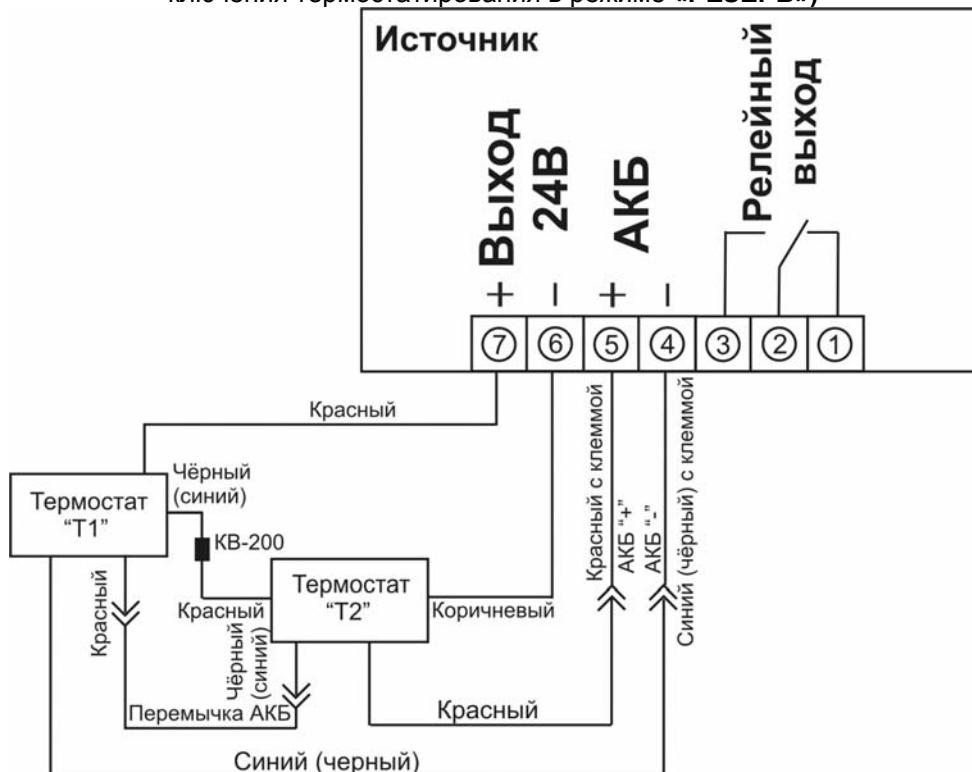
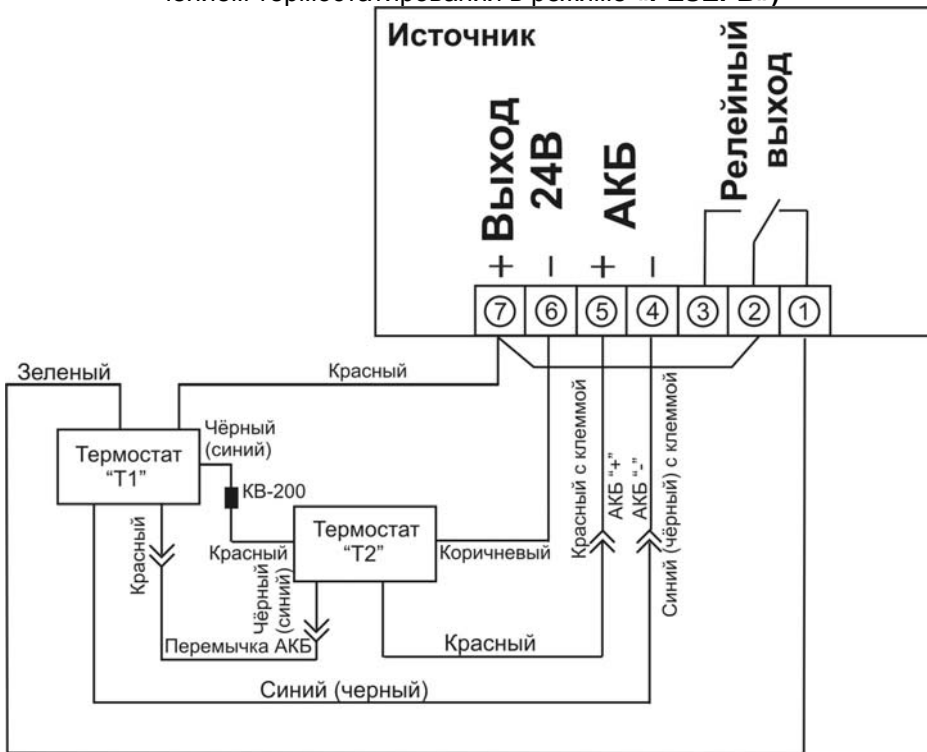

Рис.3
Рис.4
- при эксплуатации источника в условиях низких температур рекомендуется использовать устройство обогрева аккумулятора «Термостат АКБ-12/7». Подключить термостат по одной из схем рис.3 или рис.4 (см. приложение) в соответствии с указанной полярностью.